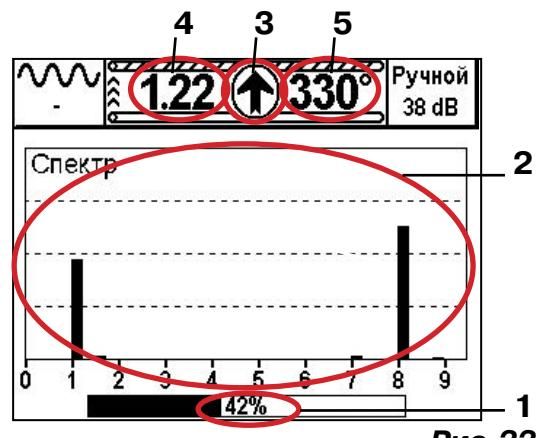

Рис.22
- Внизу экрана аналоговая шкала уровня входного сигнала (рис. 22 п.1)
- В центре экрана поле анализатора спектра (рис. 22 п.2)
- В верхней части экрана в центре изображен индикатор «направления тока» - кружок со стрелкой (рис. 22 п.3), цифра показывающая отношение амплитуд сигналов 8192 Гц / 1024 Гц - слева от него (рис. 22 п.4), а цифра показывающая сдвиг фазы сигнала 8192 Гц относительно сигнала 1024 Гц – справа (рис. 22 п.5).